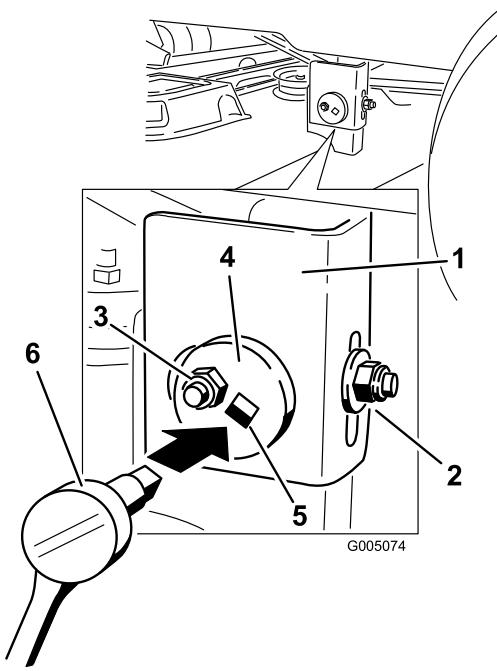

Figura 41
- En el lado izquierdo de la máquina. Afloje, pero no retire, la tuerca de bloqueo trasera de la barra de soporte (Figura 41).
- Afloje la tuerca de bloqueo lateral de la barra de soporte lo suficiente para permitir ajustar la placa excéntrica (Figura 41). Utilice una llave de 3/8 de pulgada para manipular la placa excéntrica, introduciendo el cabezal en el orificio cuadrado. Utilice la llave para ajustar la altura de la plataforma del cortacésped a la altura deseada.
- Cuando la plataforma esté en la posición deseada, apriete la tuerca de bloqueo lateral de la barra de soporte para fijar la posición nueva (Figura 41).